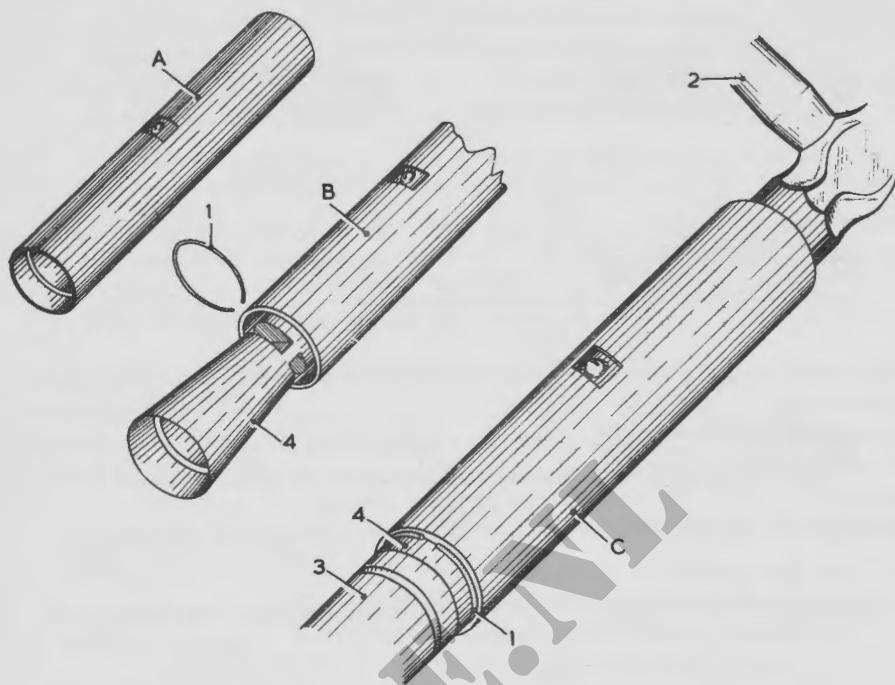

Fig. 52. Borgveer montagepijp
- ( 8 ) Plaats een borgveerring op de borgveer-montagepijp (fig 52), plaats het komvormige uiteinde van de pijp op het uiteinde van de nieuwe rupsbandpen en